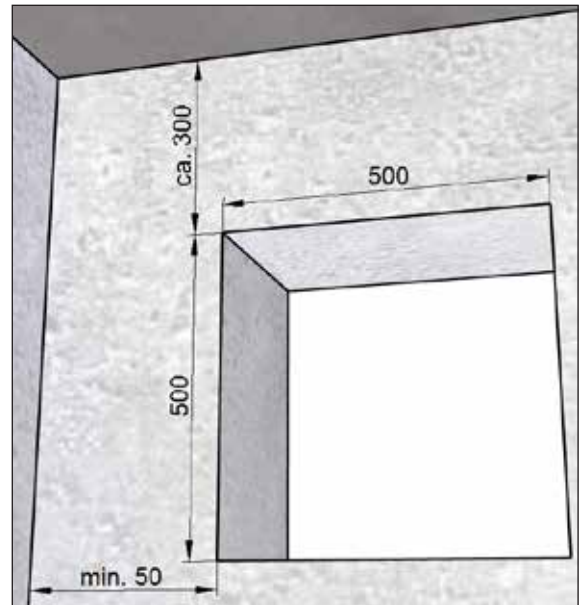

Abb. 11: Mauerdurchbruch für Montageset **mit** Füllstück, Maße in Millimeter
- Mauerdurchbruch komplett (siehe Abb. 11 auf Seite 18) für Montageset **mit** Füllstück M-WRG-M/Fü